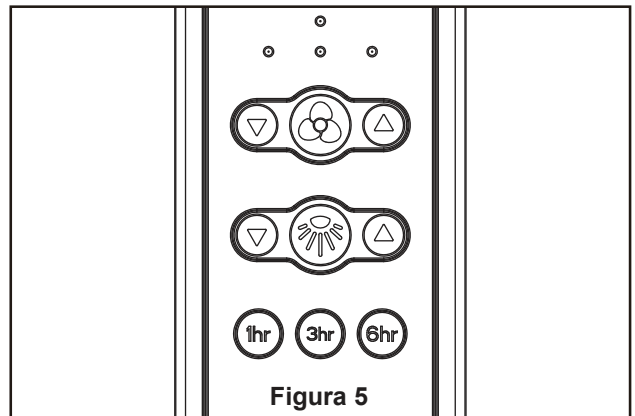

Figura 5
4. Una vez realizadas las conexiones, los cables deben ser colocados de forma extendida poniendo el conductor de la toma de tierra y el conductor de toma de tierra del equipo a un lado de la caja, colocando el conductor sin toma de tierra en el otro lado de la caja, gire los conductores hacia arriba y, con cuidado, colóquelos dentro de la caja de salida; con los conductores blancos y verdes hacia un lado y los conductores negros hacia el otro. (Figura 5)
5. Instale la unidad LED en la ensamble de la placa de iluminación mediante los dos chaveteros. Vuelva a colocar el los tornillos y apriete todos los tornillos. (Figura 5)
5. Funciones del control remoto: (Figura 5)